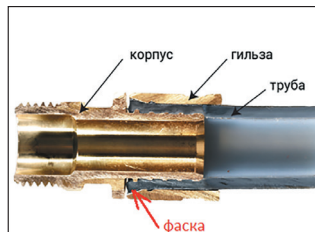

Рис.4
**8.2.** При выполнении соединения надо обратить внимание на положение подвижной гильзы: она должна быть расположена так, чтобы фаска на её внутренней поверхности была обращена в сторону корпуса фитинга (рис. 4).